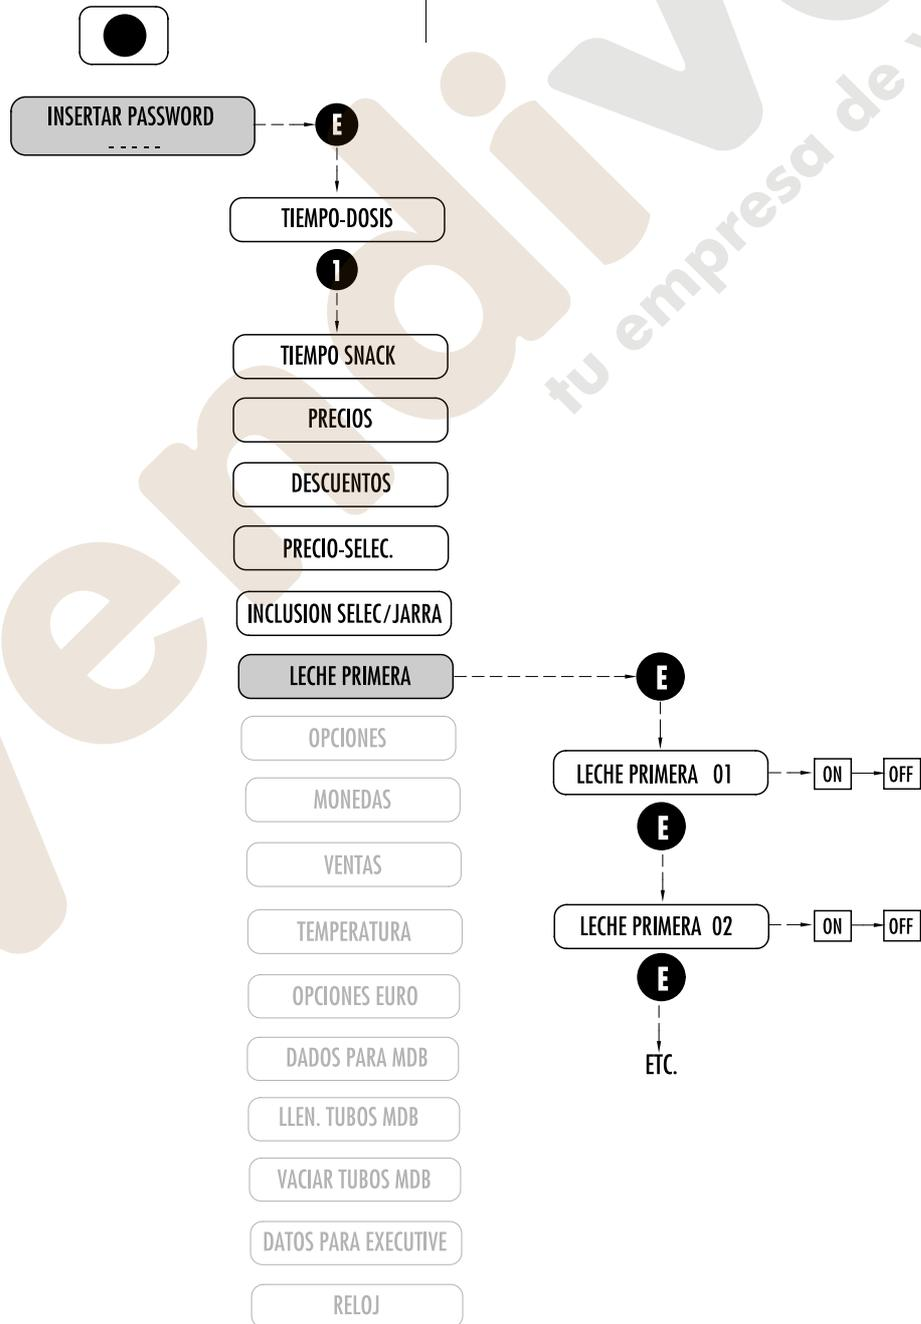

Fig. 7.10
**7.2.7 LECHE PRIMERA (Fig. 7.10)**